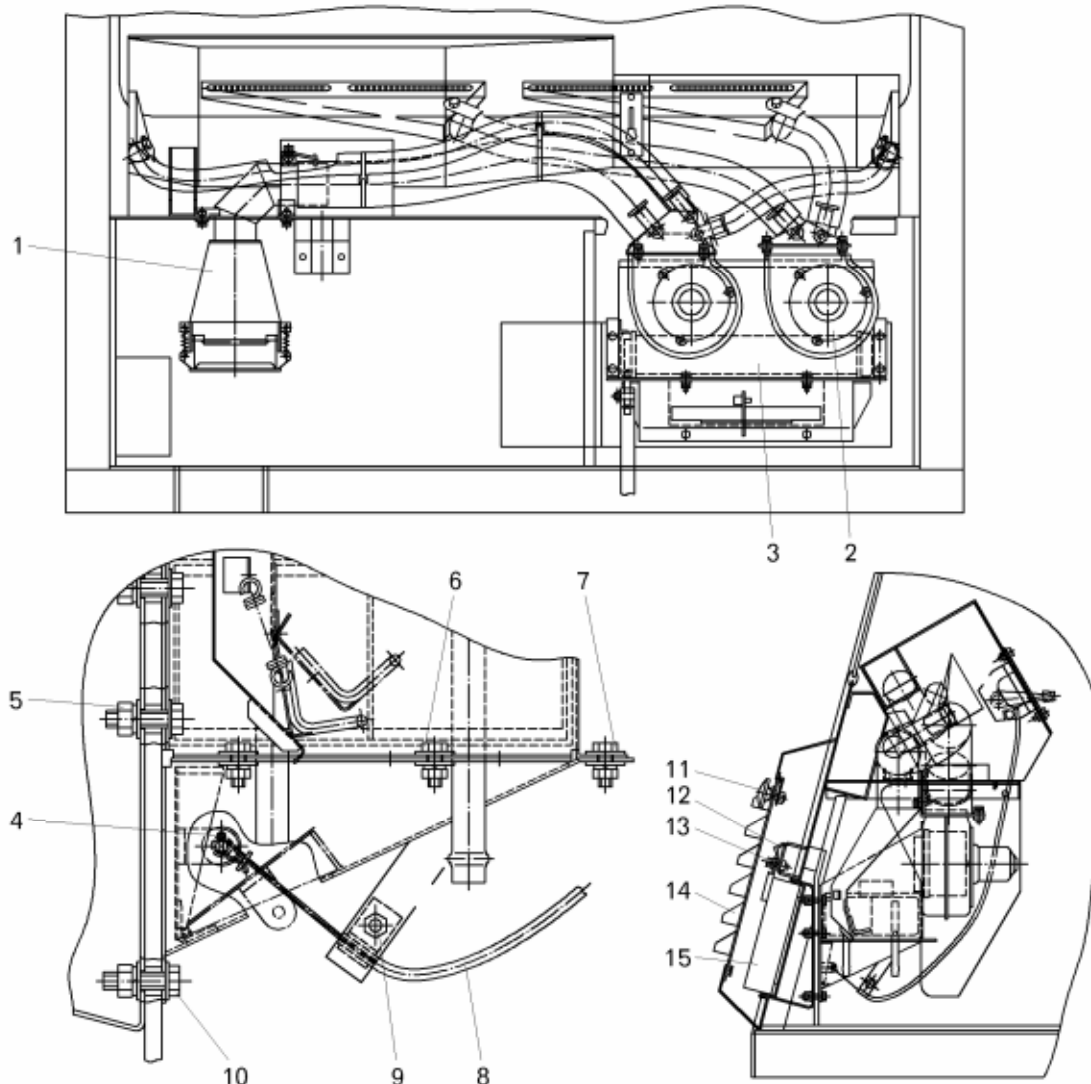

Рисунок 13.12 – Установка отопителя кабины:
- отвернуть гайку 9 (рисунок 13.12), извлечь шплинт 4 и снять трос привода управления заслонками;
- отвернуть болты 11 (рисунок 13.12) и снять решетку облицовки кабины 14;